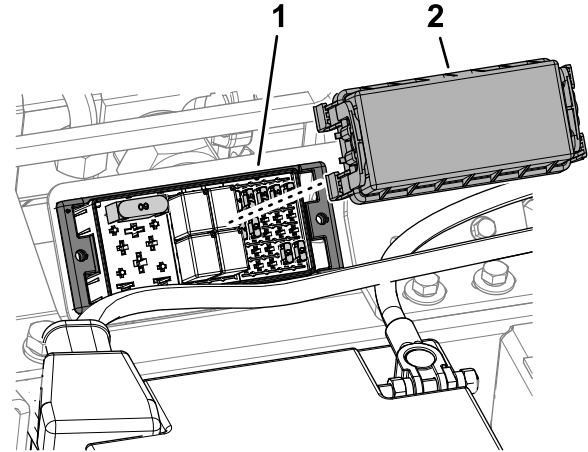

Figura 58
2. Retire la tapa del bloque de fusibles (Figura 58)
5. Instale la tapa del bloque de fusibles (Figura 58).